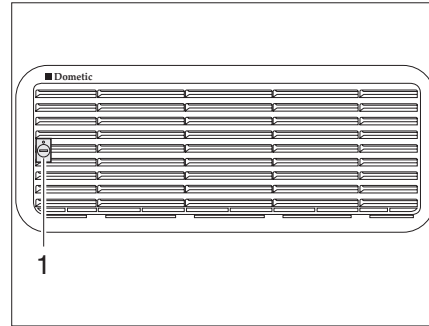
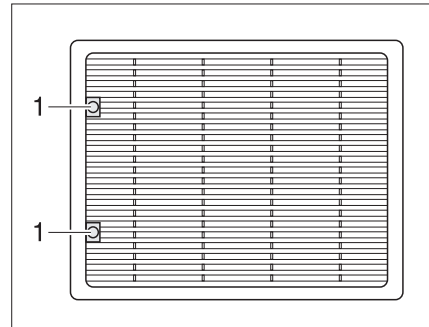

Fig. 86 Rejilla de ventilación del frigorífico (Dometic pequeña)
Fig. 87 Rejilla de ventilación del frigorífico (Dometic grande)
- ▶ Girar el tornillo (Fig. 86,1 ó Fig. 87,1) un cuarto de vuelta con la ayuda de una moneda.